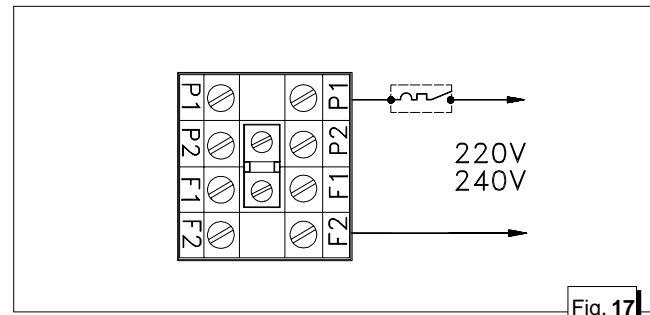

Fig. 17
- 2 - Collegamento in serie : in questa configurazione è possibile prelevare potenza a tensione 220 (240) V fra i punti P1 e F2, come lo schema di fig. 17.
**2** - Serial connection; in this configuration it is possible to use a voltage of 220 (240) V between points  $P_1$  and  $F_2$ , as shown in the diagram in fig. 17.
**2** - Liaison en série: dans cette configuration on peut prélever la puissance à une tension 220 (240) V entre les points  $P_1$  et  $F_2$  selon le schéma de la figure 17.